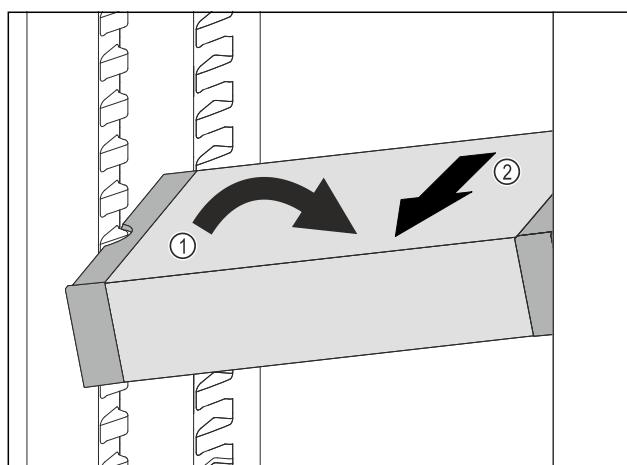

Fig. 131
- VarioSafe im Kühlelement schräg stellen. Fig. 131 (1)
- VarioSafe nach vorne entnehmen. Fig. 131 (2)